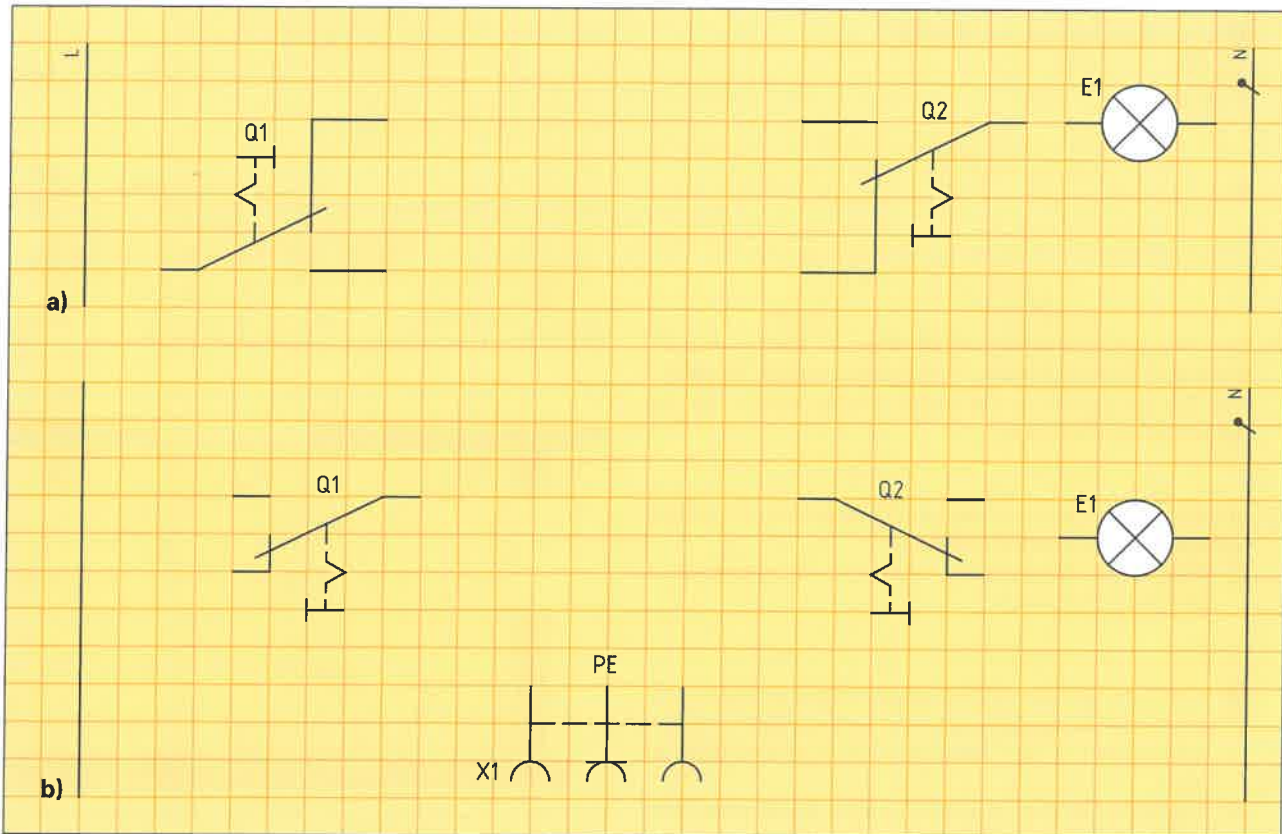

Bild 1: Stromlaufplan einer Wechselschaltung
5. Vervollständigen Sie den aufgelösten Stromlaufplan (**Bild 1**) einer a) Wechselschaltung mit Schalterbeleuchtung und b) Sparwechselschaltung mit Steckdose.